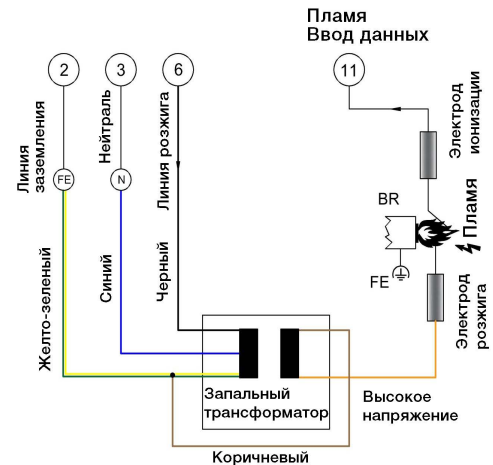
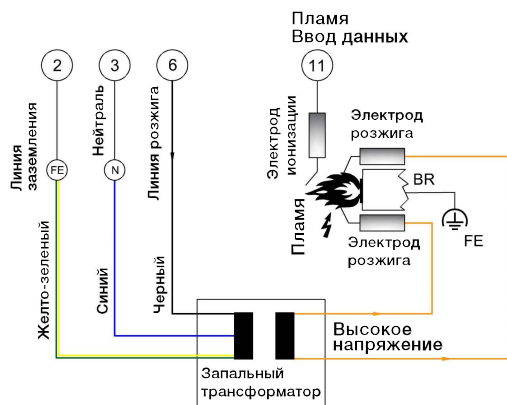

Figure 10.2: Розжиг и контроль пламени с двумя электродами
Рис. 10.3: Со стандартным трансформатором и двумя электродами. Электрод розжига и контроля пламени разделены.
- b) Для подключения стандартного трансформатора розжига см. рис. 10.3!
Запальный трансформатор следует выбирать в соответствии с электродом, который будет использоваться с контроллером АУГ-ВТ ГС2. Розжиг и контроль пламени одним электродом, как показано на рисунке 10.1, требует специального трансформатора с высоковольтной искрой. На рис. 10.2 розжиг и контроль пламени разделены. Как показано на рис. 10.3, для системы требуется стандартный трансформатор, а также два или один электрод розжига и один электрод ионизации.